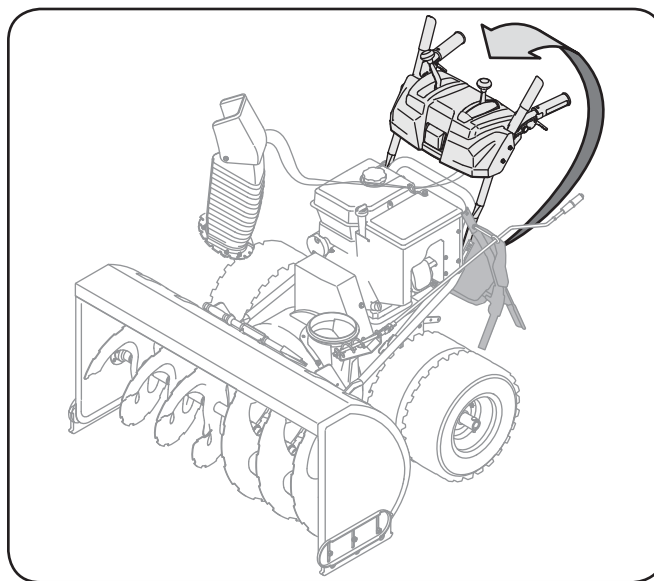

Figura 3-2
3. Eleve el ensamblado de la manija superior hasta que se trabaje a presión con la manija inferior. Vea la Figura 3-2.